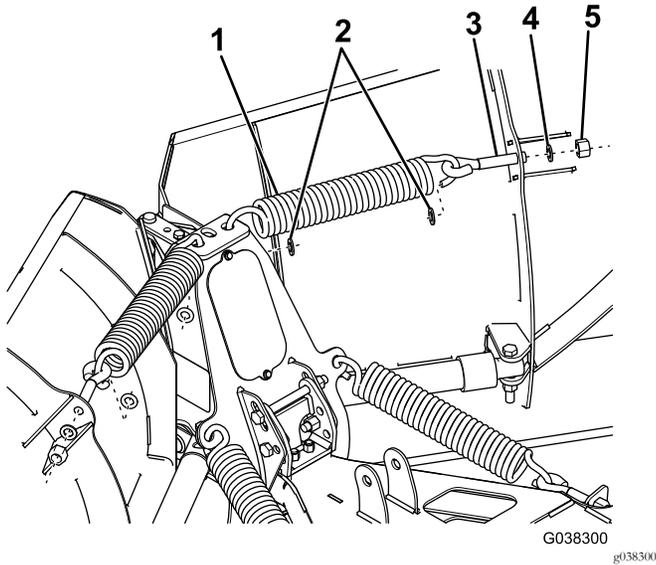

Bild 4
1. Haken Sie die zwei Auslösefedern an den Löchern an der Oberseite des Schubrahmens ein (Bild 4).
2. Haken Sie die anderen Enden der Auslösefedern an den beiden Augbolzen ein (Bild 4).
3. Stecken Sie das Gewindeende der Augbolzen durch die Löcher im Schneeschild und befestigen sie mit zwei Scheiben (1/2") und zwei selbstverriegelnden Muttern (Bild 4).
5. Schieben Sie eine Klemmsicherungscheibe auf jedes offene Ende der Auslösefedern (Bild 4).